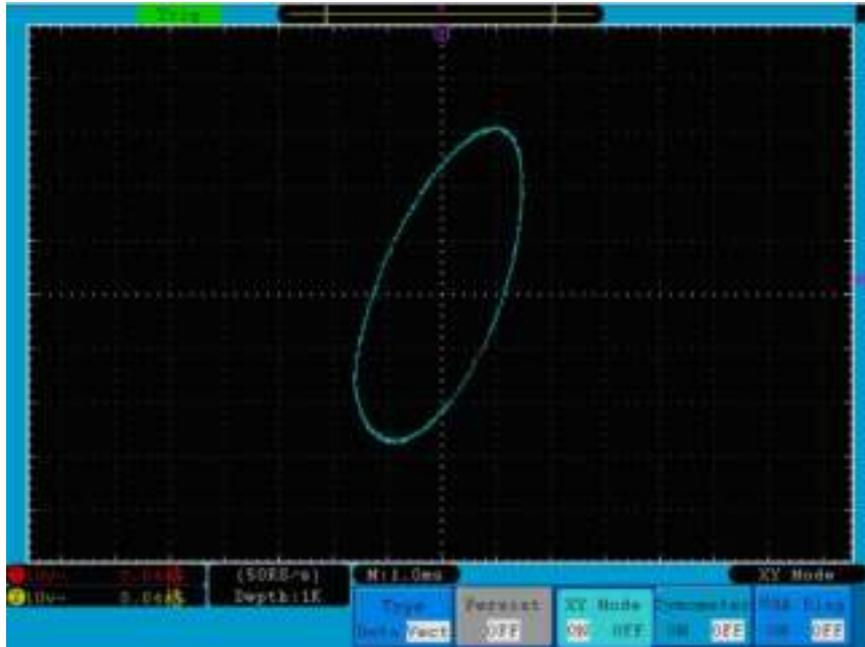

Abb. 46 Anzeigeformat XY
2. Drücken Sie die Menüauswahl taste **H3** und wählen Sie XY bei Format. Das Anzeigeformat wechselt in den XY-Modus (siehe **Abb. 46**).